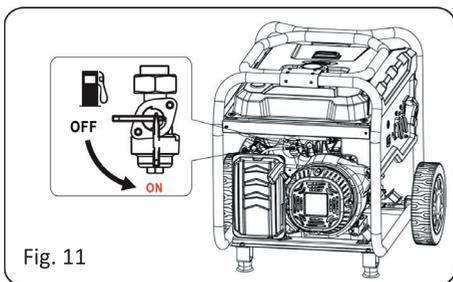

Fig. 11
- Sett drivstoffkranen i posisjonen On (åpen). (Se fig. 11.)